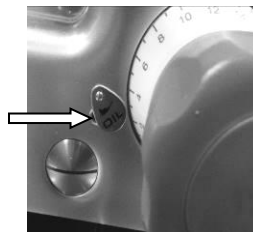

Abb. 36
- Ölen Sie die Führung des Schlittens regelmäßig mit einem Feinmechaniköl ein. Öffnen Sie dazu die Abdeckung mit der Aufschrift „OIL“ (Abb. 36) neben dem Schnittstärkenregler und geben Sie einige Tropfen Öl in die Öffnung hinter der Abdeckung. Bewegen Sie dann den Schlitten auf und ab, um das Öl gleichmäßig zu verteilen.